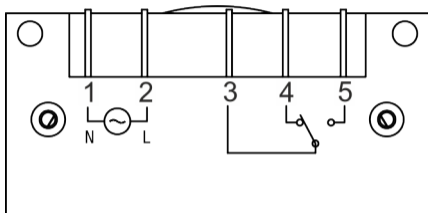

Abb. 8: Anschlussplan Aktor (Empfänger)
3. Die Anschlusslaschen (Flach DIN 6,3) anhand des Anschlussplans (Abb. 8) in den entsprechenden Kabelschuh einführen.